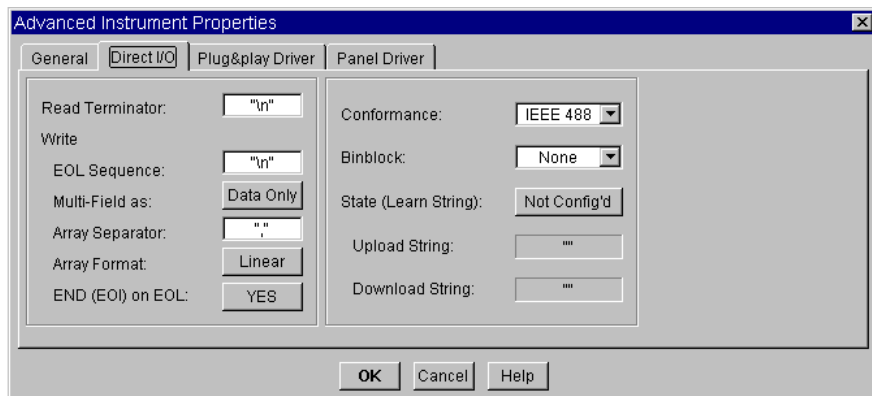

図 3-15. Direct I/O 設定フォルダ
3. [Advanced] をクリックします。図 3-15 のように、[Direct I/O] フォルダを選択します。使用できるオプションをひととおり見たら、[OK] をクリックして [Instrument Properties] に戻ります。次に、[OK] を再度クリックして [Instrument Manager] に戻ります。